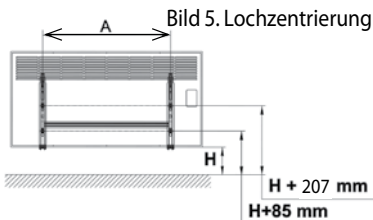
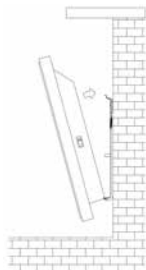

Bild 5. Lochzentrierung
Bild 7. Befestigung des oberen Hakens an der Heizung
2. Damit das Stromkabel nicht auf Spann gebracht wird, sollte die Entfernung des Gerätes zur Steckdose richtig abgemessen werden. Nach Auswahl des richtigen Standortes werden die für die Montage nötigen Löcher nach den Abmessungen in Bild 7 markiert. Für diesen Schritt können die Aufhängehaken in Bild 5 als Schablone benutzt werden. Dazu Aufhängehaken an die Wand pressen und die ovale Öffnungen mit einem Bleistift so markieren, dass Standheizkörper (wünschenswert) mindestens 100 mm, max 200 mm vom Fußboden steht.